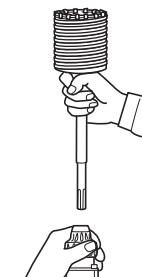

图 14
### (2) 把取心钻柄安装于手提电锤主体。其方法与装配钻头和尖钻头时一样。(图14)